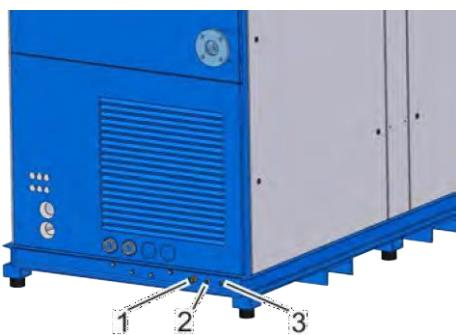

Рис. 30: Отвод конденсата
3. → Подключите к штуцеру для отвода конденсата (Рис. 30/2) гибкие и водостойкие шланги.